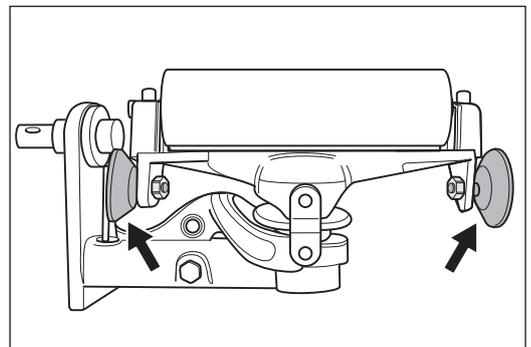

Abb. 37 **Die Leitrollen müssen leicht drehbar sein! Feststehende Leitrollen müssen ersetzt werden!**
- Die beiden Leitrollen am Aggregatoberteil müssen leicht drehbar sein (Abb. 37)!